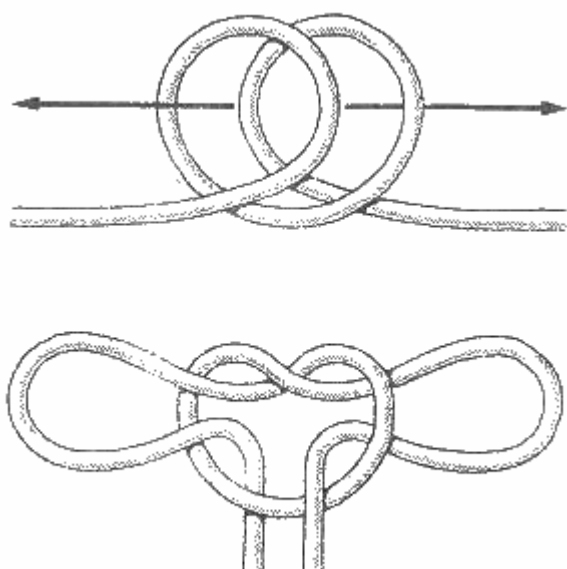

Рис. 89. "Пьяный" узел
**"Пьяный" узел** (рис. 89). В этом разделе узлов имеются узлы с двумя затягивающимися петлями. Когда тянут одновременно за ходовой и коренной концы, петли затягиваются. Этот узел на Руси испокон веков назывался "пьяным": видимо, его применяли для усмирения не в меру разгулявшихся людей, надевая петли на запястья рук за спиной и связывая концы на груди.